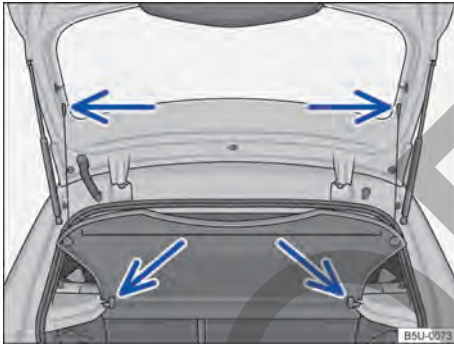

Fig. 139 En el maletero: desmontar y montar la bandeja trasera.
- Desprender los cordones de retención del soporte del portón trasero → **fig. 139** (flechas superiores).
- Retirar la bandeja trasera hacia atrás y hacia afuera de los soportes laterales → **fig. 139** (flechas inferiores).
- Empujar la bandeja trasera hacia adelante, introduciéndola en los soportes laterales → **fig. 139** (flechas inferiores).
- Encajar los cordones de retención en la portón trasero → **fig. 139** (flechas superiores).